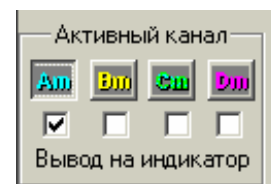

Рис. 2-k
7. Рис. 2-j – управление постоянной времени интегрирования (цифровое накопление и усреднение).